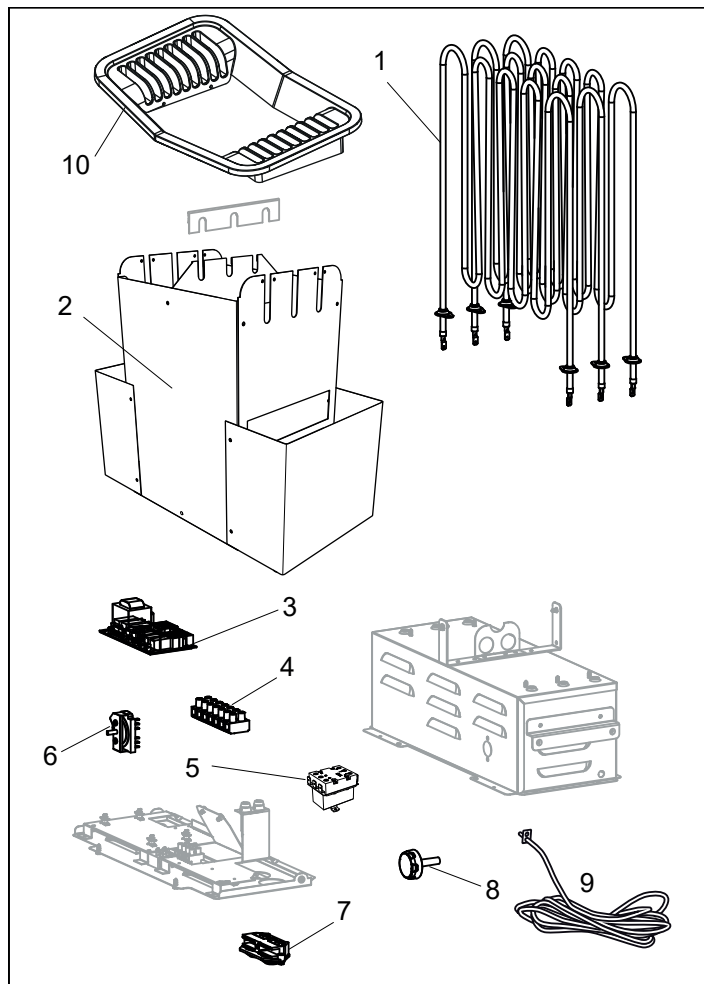

Afbeelding 6: De temperatuuruitschakeling resetten
- **Kachel** - De temperatuuruitschakeling in de kachel is ingebouwd om de onderdelen, pijpelementen en het hout in de sauna te beschermen tegen oververhitting. Onder de kachel bevindt zich een rode resetknop die u moet indrukken (zie afbeelding 6). Als de temperatuuruitschakeling is geactiveerd, voelt de knop stug aan en 'klikt' bij het resetten. Als de temperatuuruitschakeling niet is geactiveerd voelt de knop na het resetten aan als een veer als u de knop indrukt.